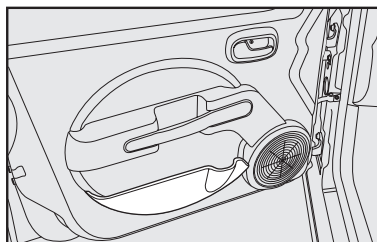

fig. 53
PORTAVASOS - fig. 53
En la consola central hay dos compartimientos para poner, con el vehículo parado, vasos o latas de bebidas **A-fig. 53**. No coloque objetos cuya altura pueda interferir en la palanca de cambios (por ejemplo, botellas de agua).
- En los paneles de las puertas **fig. 53**;